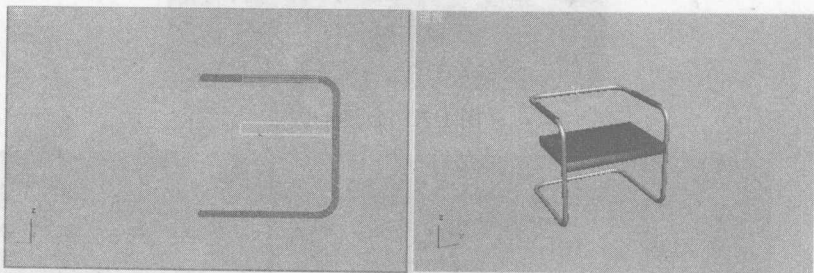

图 1-27 创建的坐垫造型及位置
(12) 制作坐垫和靠背。依次单击   按钮, 然后单击“标准基本体”右侧的 ▾ 按钮, 在其下拉菜单中选择“扩展基本体”命令。在打开的面板中单击  按钮, 在顶视图中创建“长度”、“宽度”、“高度”和“圆角”值分别为 500、600、45、5 的倒角长方体。调整其位置如图 1-27 所示。